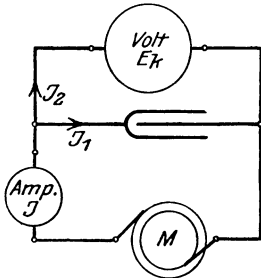

Abb. 122.
257. Um die Kapazität eines Kondensators zu bestimmen, wurde derselbe in den Stromkreis einer Wechselstrommaschine eingeschaltet. Parallel zu ihm lag ein Hitzdrahtvoltmeter, das 120 [150] (220) V Spannung anzeigte. Das Voltmeter hatte 600 [800] (880) Ω Widerstand. Das eingeschaltete Ampere-meter (Amp. Abb. 122) zeigte 0,8 [0,7] (0,9) A an, während die sechspolige Maschine M 1200 [1000] (900) Umdrehungen in der Minute machte. Wie groß ist hiernach C ?